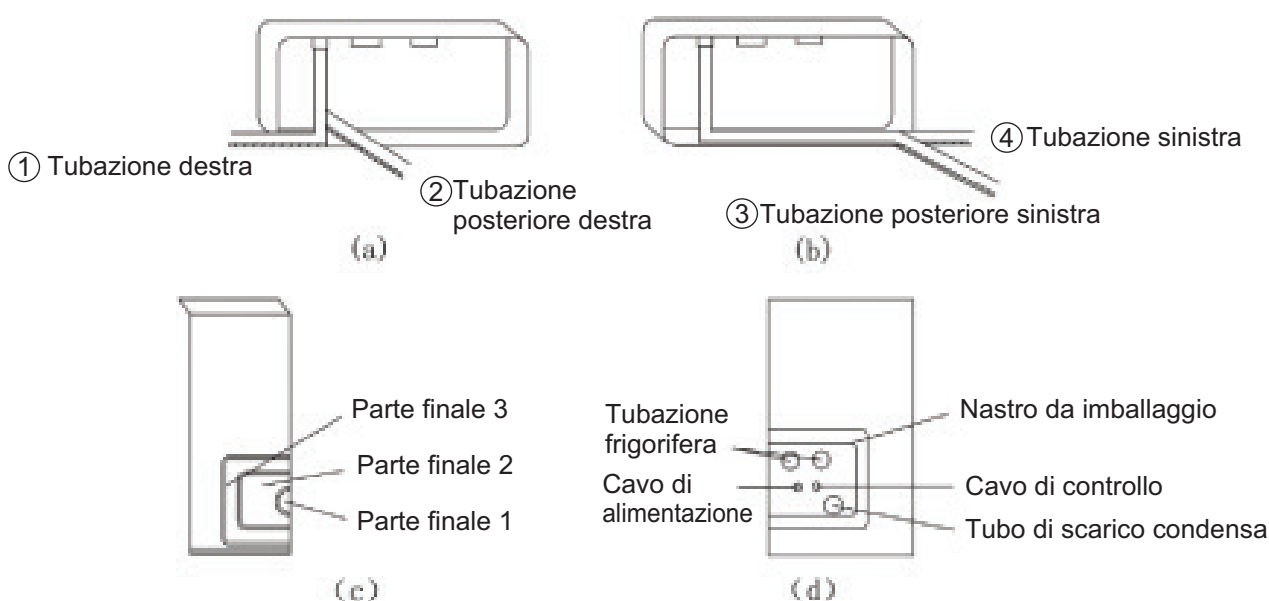

Fig. 5.6
(1) Quando si fanno uscire le tubazioni ed i cablaggi dal lato sinistro o destro dell'Unità Interna, è necessario tagliare la parte finale del tubo lasciata sul supporto dell'Unità (vedi Fig. 5.6).
(2) Far passare i tubi e i cavi attraverso il foro per le tubazioni, dopo averli nastrati (fare riferimento alla Fig. 5.6 (d)).
(3) Collegare il gancio dietro l'Unità Interna al gancio sul pannello, e muovere l'Unità verso sinistra e verso destra per verificare che sia correttamente fissata.
(4) Verificare che l'Unità Interna sia installata ad almeno 2.5 metri dal pavimento.